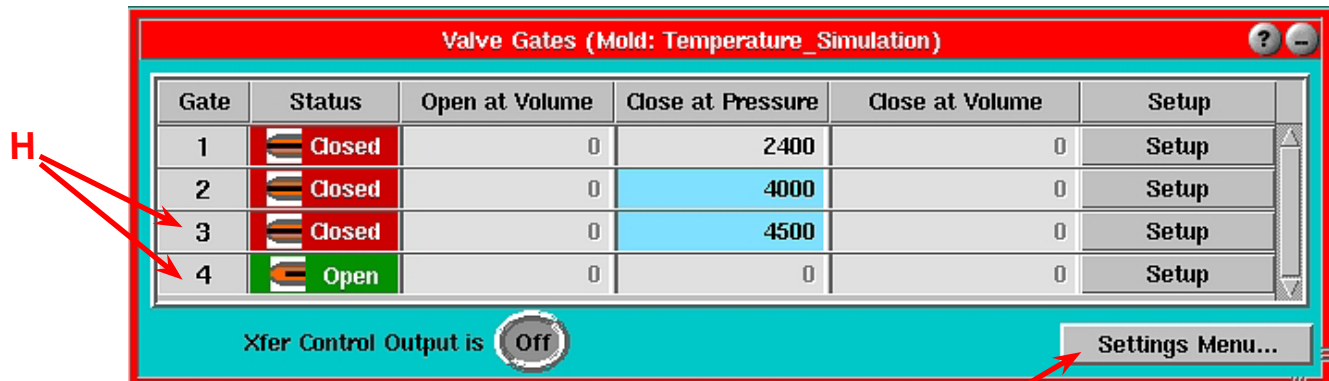

图 7: 阀门浇口工具
- Q.** 关闭于压力启用: 勾选“压力”对话框, 可使阀门浇口在右侧传感器压力到达设定水平时关闭。如果启用, 则可在阀门浇口主屏幕上进行设置 (图 7)。